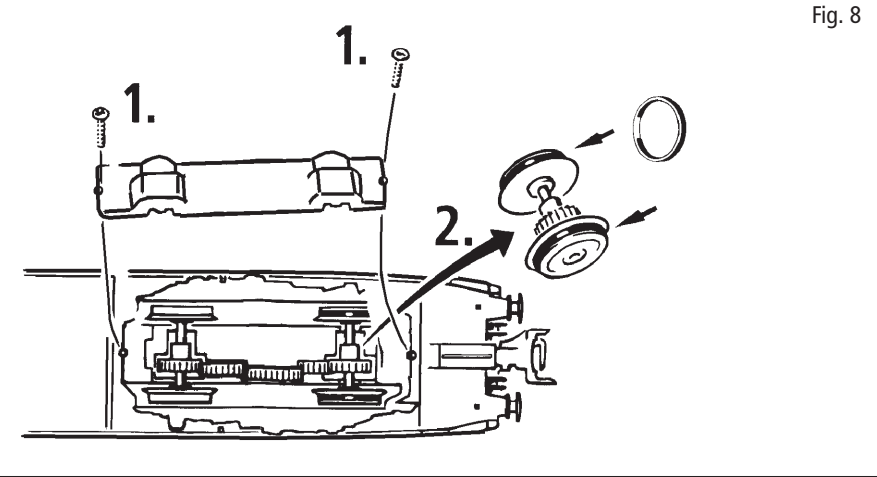

Fig. 9
2. Schmierung: Versehen Sie die im Schmierplan in Fig. 9 gekennzeichneten Stellen mit nur **kleinen Öltropfen**. Dazu zuerst das Lokgehäuse abnehmen (Fig. 4). Wir empfehlen den **ROCO Öler Art.-Nr. 10906**. Fürs Schmieren der Getriebeteile (Zahnräder, Schnecke) empfehlen wir das **ROCO-Spezialfett Art.-Nr. 10905**. Im Falle der Schmierung diese Teile **nicht ölen**.
2. Lubrication: Apply **tiny oil drops** to spots marked in fig. 9. Prior to lubrication dismantle locomotive (fig. 4). We recommend using item no. **10906, Roco oiler**. For lubrication the gearparts (e.g. cogwheels, worm) we should recommend our Roco **special grease** (item no. **10905**).
2. Graissage: N'appliquez **qu'une toute petite goutte** aux endroits indiqués par le plan de graissage (fig. 9) après avoir démonté la caisse de la locomotive (fig. 4). Nous vous recommandons **le graisseur à huile Roco réf. 10906**. Pour graisser les engrenages (roues dentées, vis sans fin) nous vous conseillons la **graisse spéciale Roco réf. 10905** pour engrenages en matières synthétiques. Lorsque vous utilisez cette graisse il faut éviter d'huiler ces composants.